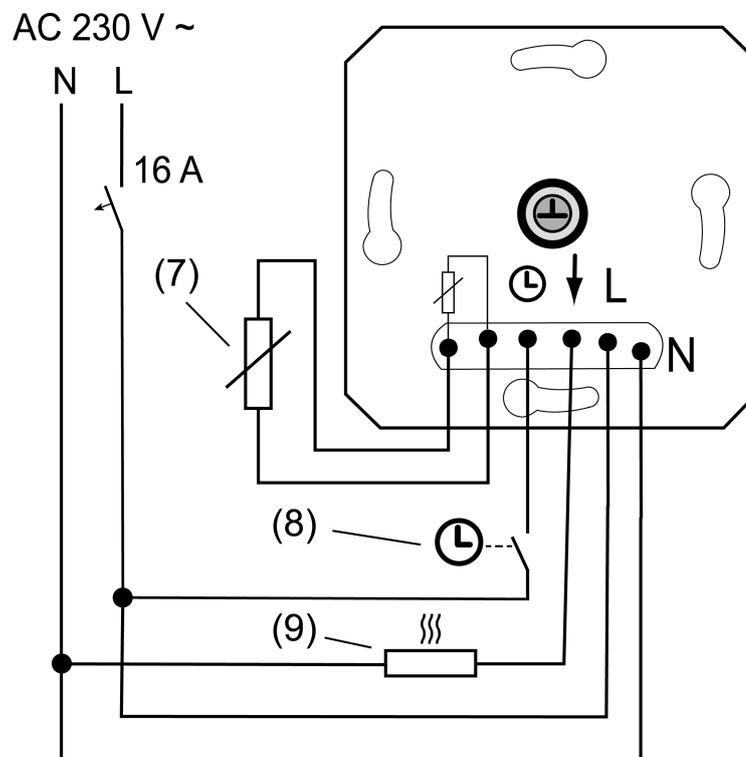
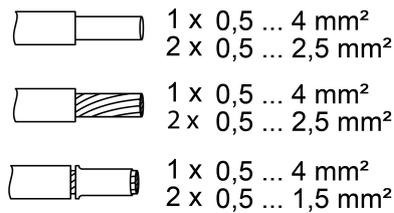

Bild 2: Anschlussbeispiel des Einsatzes
Bild 3: Klemmbarer Leiterquerschnitt
- (7) Externer Temperatursensor (Fernfühler)
- (8) Schaltkontakt Zentraluhr
- (9) Elektrische Fußbodenheizung
- Einsatz (1) gemäß Anschlussplan (siehe Bild 2) anschließen. Leiterquerschnitte beachten (siehe Bild 3).
- Optional den Eingang Absenkbetrieb ☉ über einen Schaltkontakt einer Zentraluhr (8) beschalten.